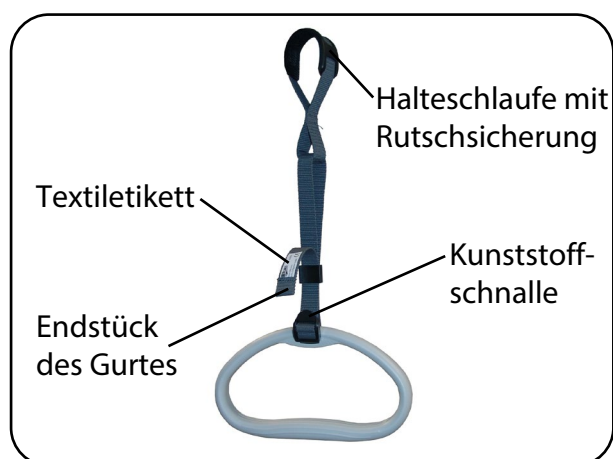

Abb. 6.3.03 – Haltegriff und Gurt
5. Passen Sie die Höhe des Haltegriffs an die individuellen Patientenbedürfnisse an. Das Gurtband hat einen Verstellbereich von 20cm und kann über die Kunststoffschnalle (Abb. 6.3.03) verstellt werden. Hierbei darf der Griff nicht belastet sein. Achten Sie darauf, dass das Endstück des Gurtes min. 3 cm über der Kunststoffschnalle steht (Abb. 6.3.03).